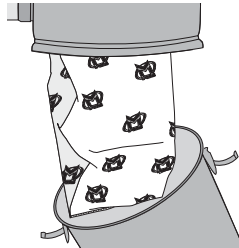

figura 16
1. Para acceder a la bolsa, deshacer los dos ataderos y quitar el depósito del aparato (**figura 16**)